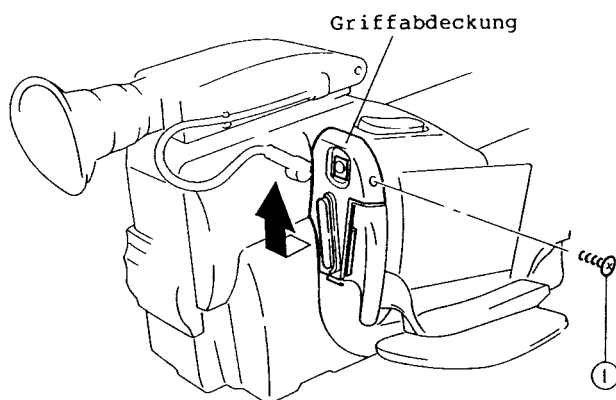

Abb. 2-1
1. Eine (1) Befestigungsschraube der Griffabdeckung entfernen und die Griffabdeckung in Pfeilrichtung abnehmen (siehe Abb. 2-1).
1. Die Griffabdeckung entfernen (siehe Abb. 2-1).
1. Die Griffabdeckung abnehmen (siehe Abb. 2-1).